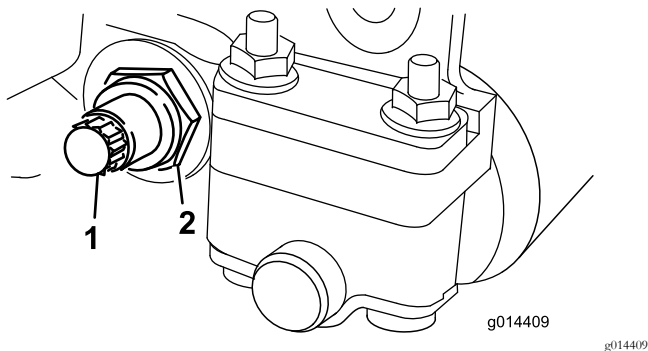

图20
3. 在机器的另一侧松开固定底刀架螺栓 图20 的锁紧螺母。
4. 拆下两个底刀架螺栓向下拉动底刀架并从机器螺栓 图20 上拆下来。